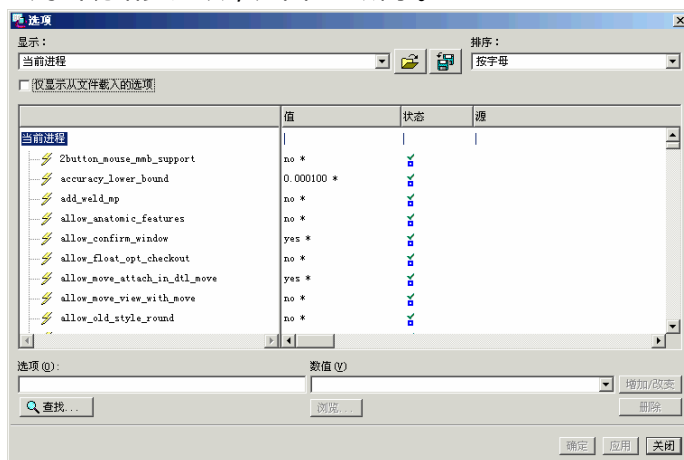

图1-9 显示诸多选项的【选项】对话框
2. 在【选项】对话框中，单击【仅显示从文件载入的选项】复选框（即不勾选此项），立刻出现诸多选项，如图 1-9 所示。